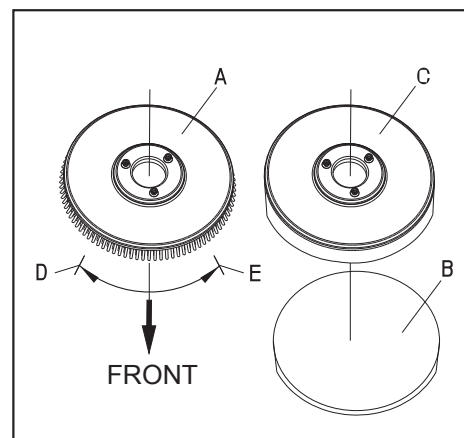

FIGURE 3
Selon le type de sol à nettoyer, la machine peut être équipée d'une brosse (Figure 3, A), ou d'un porte-disques (Figure 3, B et C).
1. Assurez-vous que le câble d'alimentation (9) est débranché de la source d'alimentation et que l'interrupteur (38) est en position d'arrêt (Off).
2. Appuyez sur la poignée (2) pour relever la cuve du réservoir (26).
3. Placez la brosse (A) ou le porte-disque (B – C) sous le carter.
4. A l'aide de la poignée (2), abaissez la cuve du réservoir (26) de façon à ce qu'elle vienne en contact avec la brosse ou le porte-disque.
5. Fixez manuellement la brosse ou le porte-disques en vous référant au sens de la flèche (D), (comme illustré Figure 3).
6. Pour démonter la brosse ou le porte-disque, tournez l'ensemble dans le sens opposé jusqu'à ce que vous puissiez le retirer. (Figure 3)